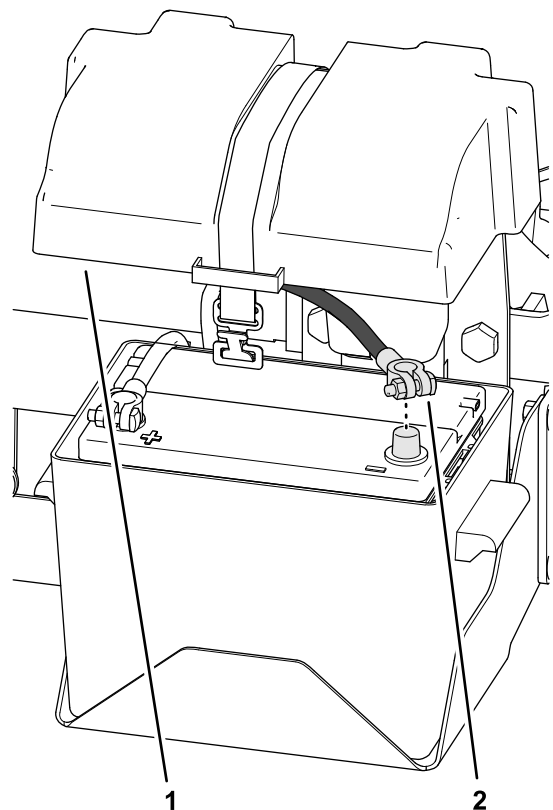

Figura 3
1. Retire la tapa de la caja de la batería (Figura 3).
2. Retire el cable negativo de la batería (Figura 3).